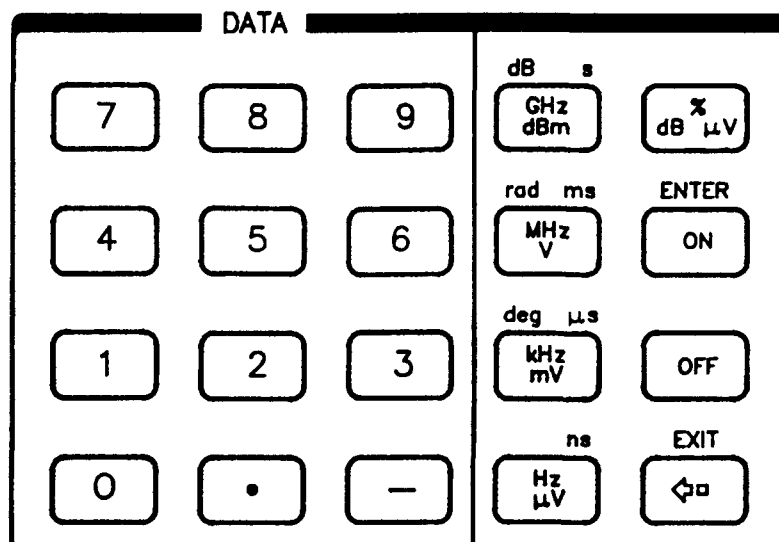

図3-3. スタート、ストップ、中心周波数および周波数スパン入力キー
- ・ 図3-3に示したフロント・パネル・キーの網かけされたものを使用する方法。